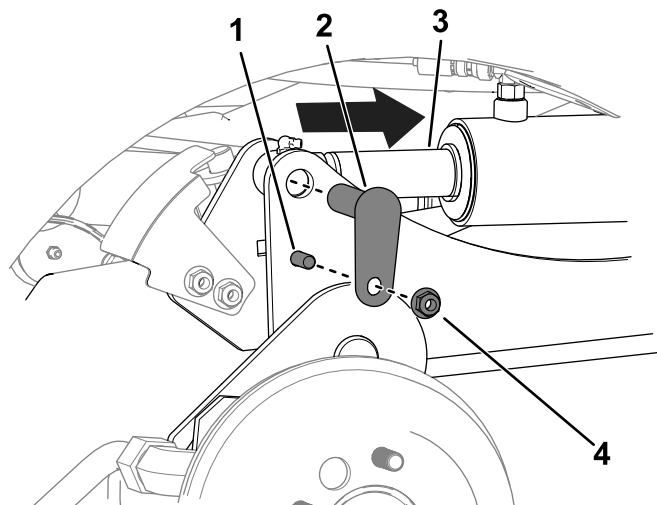

Figura 10
- C. Utilizzate un cacciaspine per allineare i fori dell'asta del cilindro con i fori del braccio di sollevamento (Figura 10).
- D. Utilizzate 2 bulloni ($\frac{3}{8}$ " x $1\frac{1}{4}$ "), 2 dadi ($\frac{3}{8}$ ") e 2 perni piccoli per fissare i bracci di sollevamento ai cilindri (Figura 10).